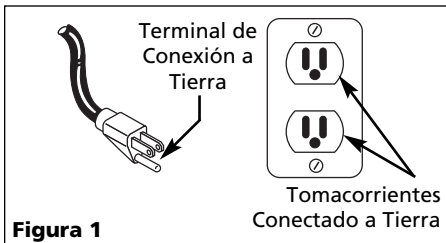

Figura 1
1. Este producto está diseñado para circuitos nominales de 120 voltios y tiene un enchufe para conexión a tierra similar al de la Figura 1. Cerciórese de conectarlo a un tomacorrientes cuya configuración sea similar a la del enchufe. Este producto se debe conectar a tierra. En caso de que ocurra un cortocircuito, ésto evitaría el riesgo de choque eléctrico al ofrecerle un cable de desvío a la corriente eléctrica. Este producto tiene un cordón con un alambre y terminal de conexión a tierra. El cordón debe conectarse a un tomacorriente que esté instalado adecuadamente y conectado a tierra según los códigos y ordenanzas locales.